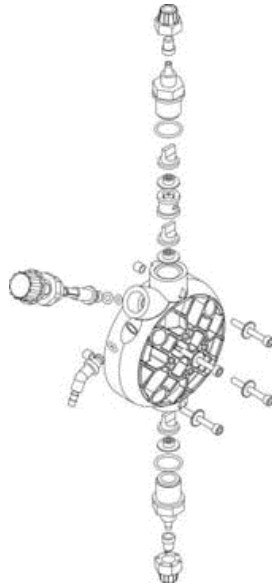

Abb. 11
3. Aus dem Pumpenkörper alle vorhandene Flüssigkeit durch dessen Aus- und Wiedereinbau mittels der vier Befestigungsschrauben zu entfernen (Abb. 11).
2. Prüfen Sie mindestens alle 6 Monate die Funktionstüchtigkeit der Pumpe, die Festigkeit der Schrauben und Dichtungen. Führen Sie bei besonders die Konzentration des Zusatzstoffes in der Anlage. Eine Reduzierung dieser Konzentration könnte durch die Abnutzung der Ventile (die in diesem Fall ausgetauscht werden müssen, wobei darauf zu achten ist, sie wie in Abb. 11 wieder einzubauen) oder durch die Verstopfung des Filters bedingt werden, der gemäß dem nachfolgenden Punkt 3 zu reinigen ist.
Zu diesem Vorgang kann, wenn das Gerät nicht an der Anlage befestigt ist, dieses für einige Sekunden (15-39) umgedreht und ohne mit den Anschlüssen verbundenen Leitungen zum Pulsieren gebracht werden. Sollte dies nicht möglich sein, den Pumpenkörper aus- und mit den vier Befestigungsschrauben wieder einbauen (Abb. 11).